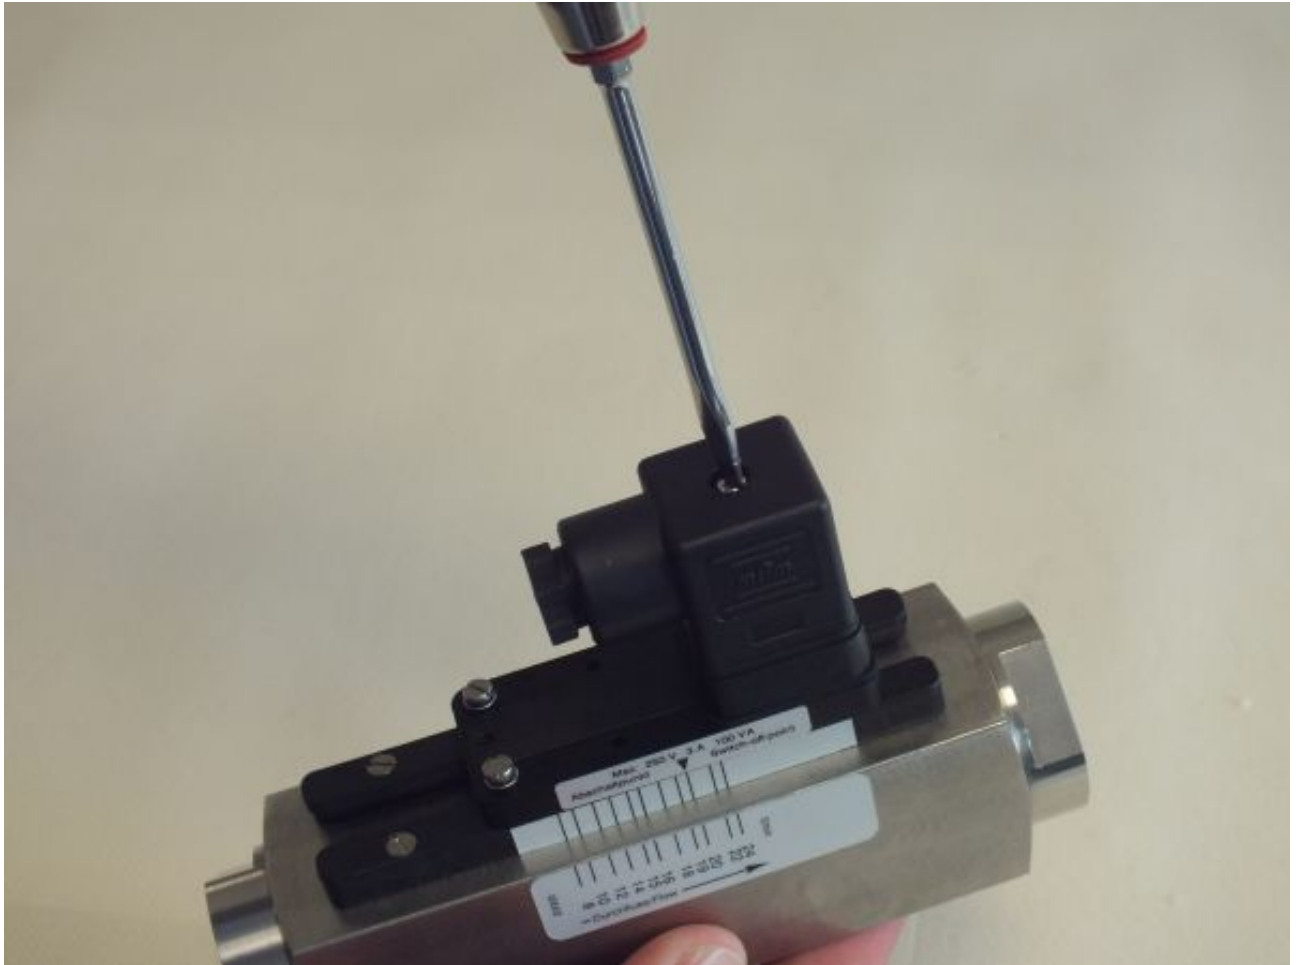

Abb. 28: Steckerdose lösen
1. ➤ Lösen Sie die Befestigungsschraube (Abb. 28) von der Steckerdose
- 9.** ➤ Stecken Sie die Steckerdose wieder auf den Gerätestecker. Ziehen Sie die Befestigungsschraube (Abb. 28/1) an